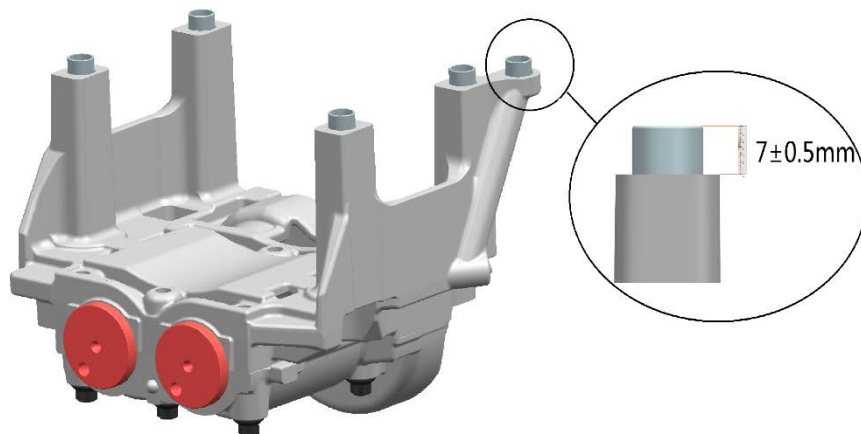

图 13.5
8、压装 5 个空心圆柱销。在平衡轴座 5 个销孔部位安装空心圆柱销，安装完毕后定位销露出高度为 7 ± 0.5 mm，如图 13.5 所示。